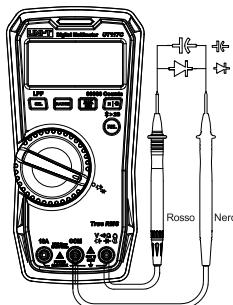

Figura 8
6. Misura del diodo (Figura 8)
7. Misura della capacità (Figura 8)